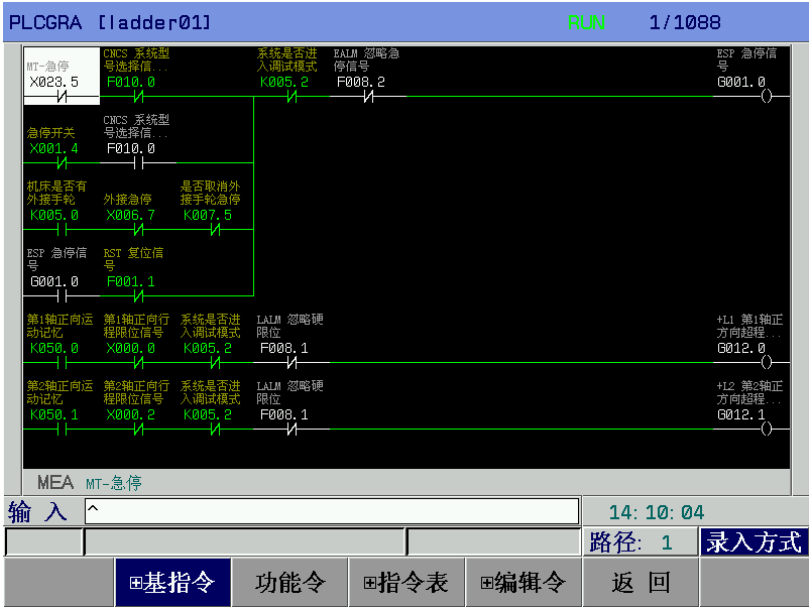
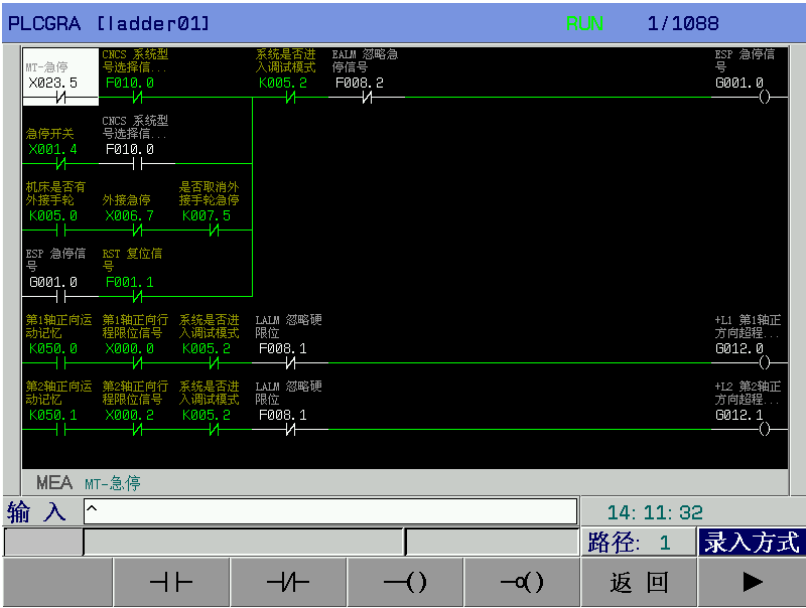
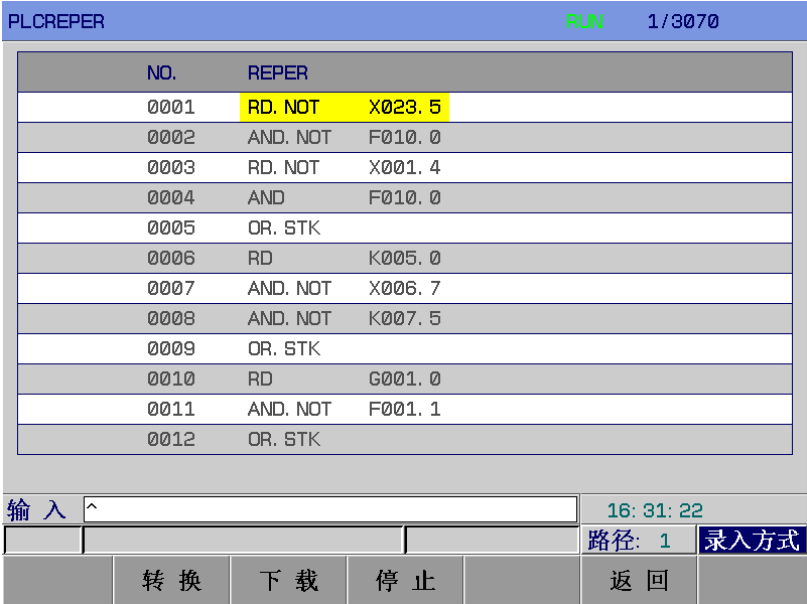

图 2-1-1
图 2-2-1
图 2-5-1
- 1、按两次【PLCGRA】软键，进入 PLCGRA 分类操作界面，如图 2-1-1 所示：PLCGRA 界面，包括：基本代码、功能代码、指令表、编辑令。
在图 2-1-1 中按下【基指令】软键，则进入了基指令操作界面。如图 2-2-1 所示。
在图 2-1-1 中按下【功能令】软键，则进入了功能代码操作界面。如图 2-4-1 所示。
在 PLCGRA 界面，如图 2-1-1 所示。再次按下【指令表】软键，则进入指令表分类操作界面，如图 2-5-1 所示。